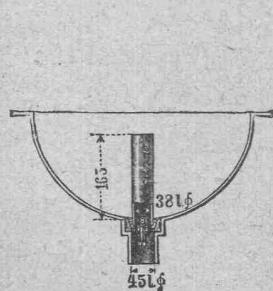

Fig. Z. 580
- Fig. Z 580 Ventil mit Überlaufröhr (siehe Seite vorher) pro Stück . . . . . „ 8.—